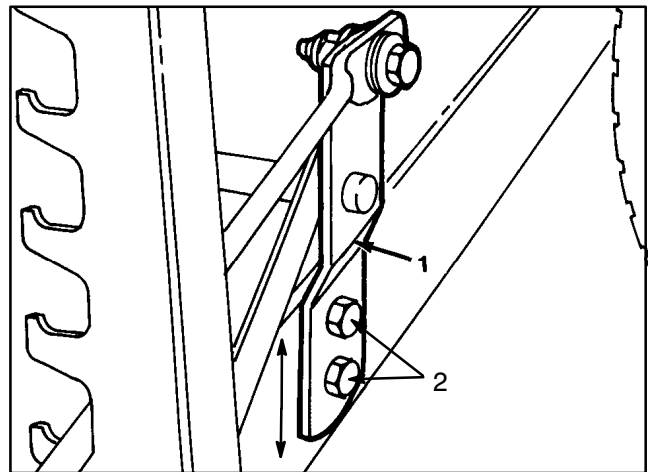

Abbildung 31
5. Wenn die Messerspitzenhöhe nicht innerhalb von 3 mm gleich sind, das Mähwerk durch Lockern des Schnitthöheneinstellprofils und Anheben des Profils abgleichen (Abb. 31).